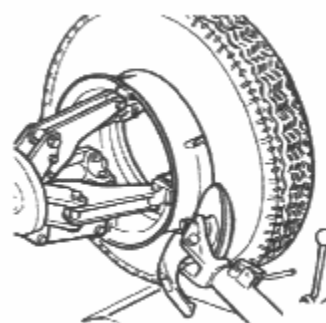

Рисунок 20
14.6. Тарельчатый диск установить к другой стороне колеса, отделить шину от обода (рисунок 20)